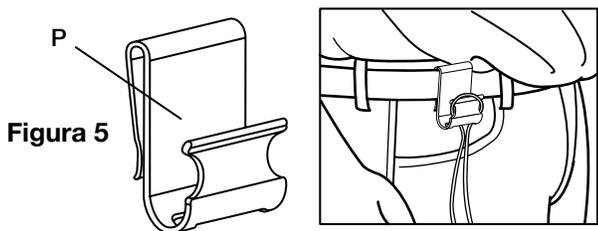

Figura 5
3. Cuelgue el cordón de extensión en el sujetador de cinturón (P) (ver figura 5) y sujételo a sus pantalones.